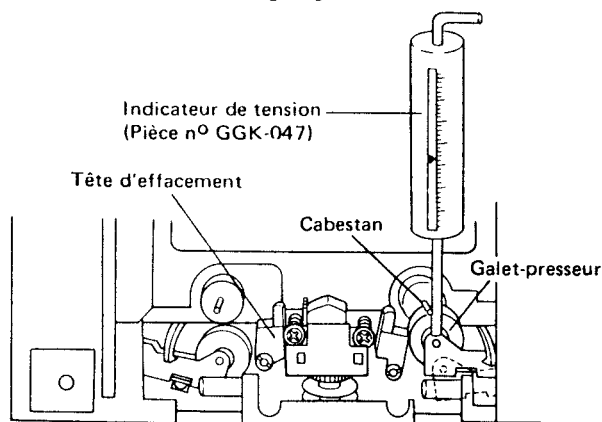

Fig. 12-1 Réglage de la pression du rouleau de serrage
2. Pousser doucement contre le bras du rouleau de serrage avec un étalon de tension comme indiqué Fig. 12-1. La lecture doit se situer entre 250 et 400gr. au moment où le rouleau de serrage est séparé du cabestan, et où le cabestan se arrêter à tourner.